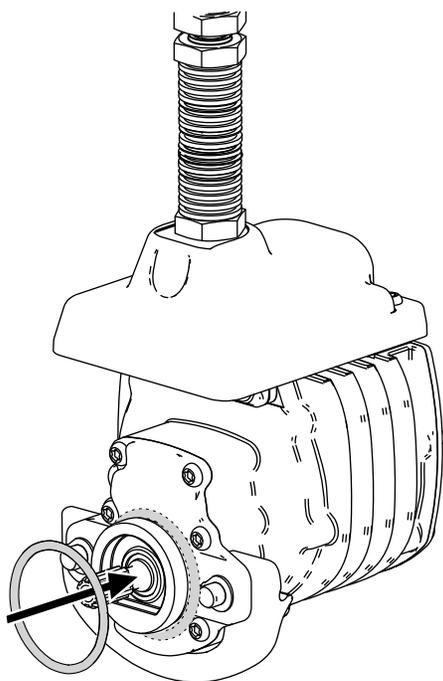

Рисунок 9
3. Установите уплотнительное кольцо на каждый двигатель барабана, как показано на Рисунок 9.